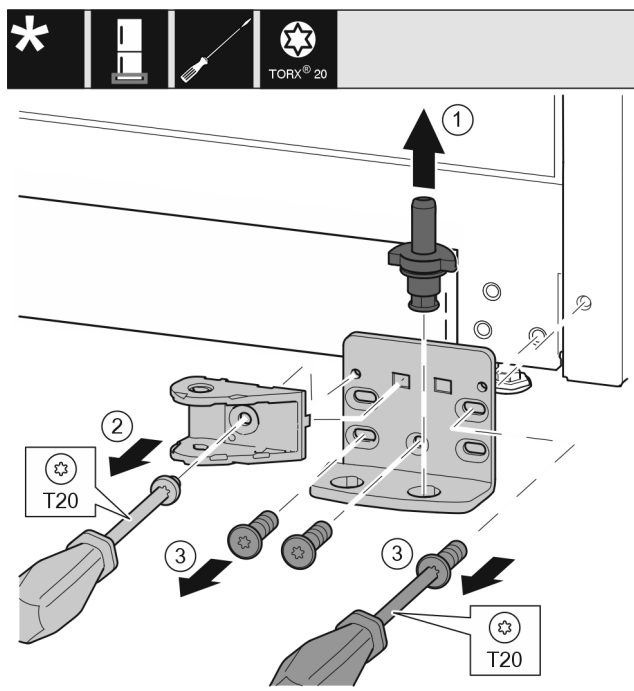

Fig. 23
- ▶ Извадете изцяло нагоре лагерния болт. Fig. 23 (1)
- ▶ Отвийте винта с отвертка T20 и свалете съединението на затварящия демпфер. Fig. 23 (2)
- ▶ Отвийте винтовете с отвертка T20 и свалете лагерната стойка. Fig. 23 (3)